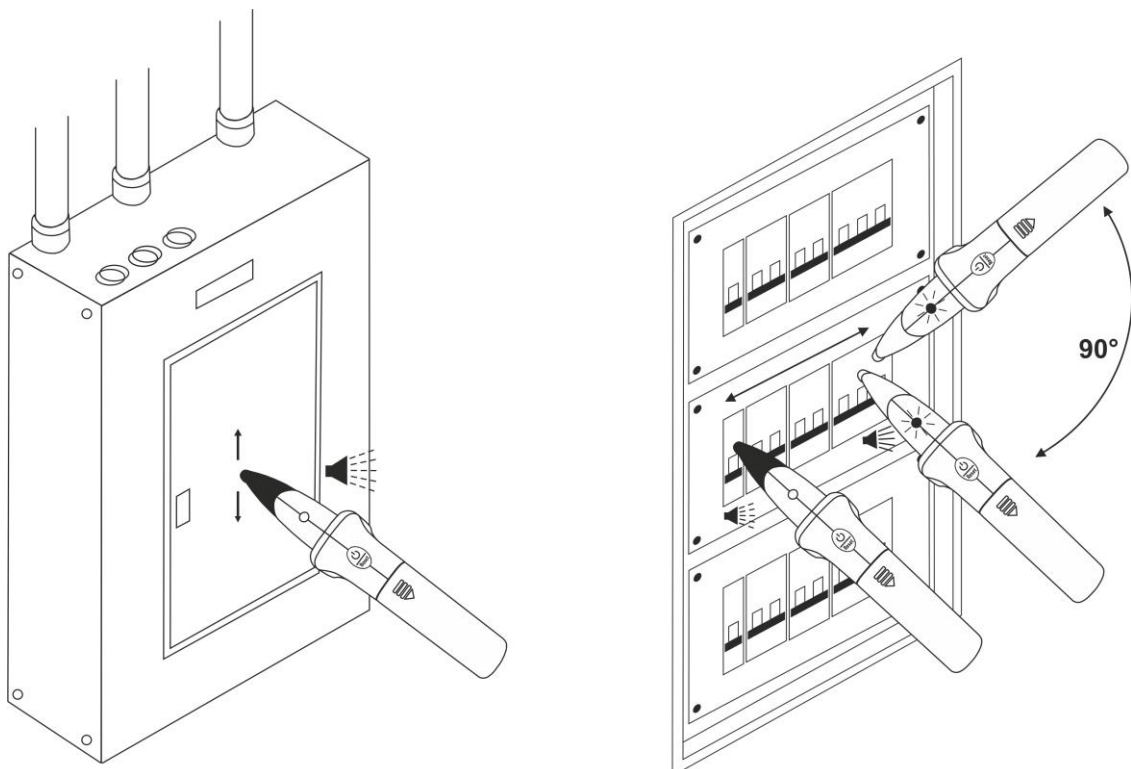

Abb. 4: Lokalisierung der Sicherung
5. Bewegen Sie sich zum Schaltschrank, neben dem der intermittierende Ton schneller wird, und richten Sie den Empfänger in verschiedene Richtungen aus (siehe Abb. 4 – linker Teil).
- Bei Schwierigkeiten in der Feststellung der gesuchten Sicherung (z.B. Im Falle von zwei nebeneinander liegenden Sicherungen, die eine gleiche Signalintensität verursachen), drehen Sie den Empfänger um 90° (siehe Abb. 4 – rechter Teil), damit die Suche nach dem Signal einfacher wird..